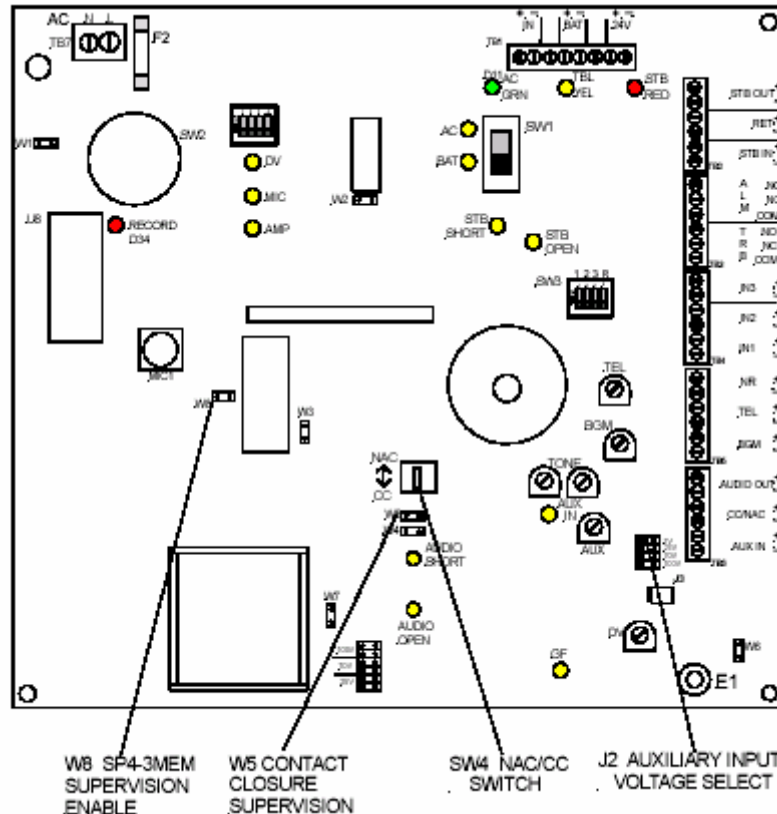

Рис. 8. Установки на панели SP40/2
2. Удалите переключатель W8. Это обеспечит возможность контроля модуля SP4-3MEM. См. Рис.8.